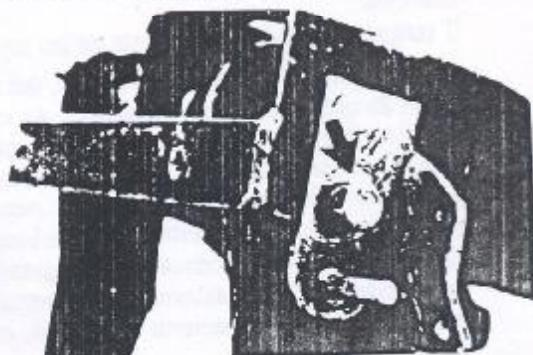

Figura 7.21.4 - Parafuso de fixação do eixo dos pedais.
5. Remover o parafuso de fixação do conjunto do eixo dos pedais do freio e embreagem (Figura 7.21.4).
8. Fixar o conjunto do eixo dos pedais com o respectivo parafuso (Figura 7.21.4)